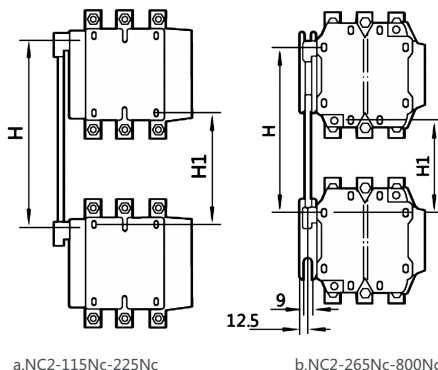

图2 NC2-115Nc~800Nc外形与安装示意
2.3 NC2-115Nc~800Nc系列交流接触器安装尺寸与外形尺寸，见图2及表5。